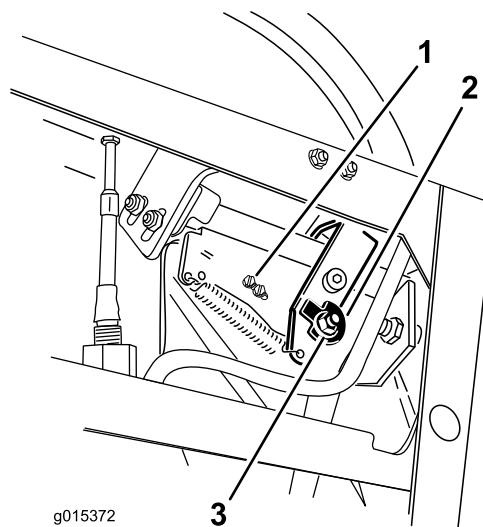
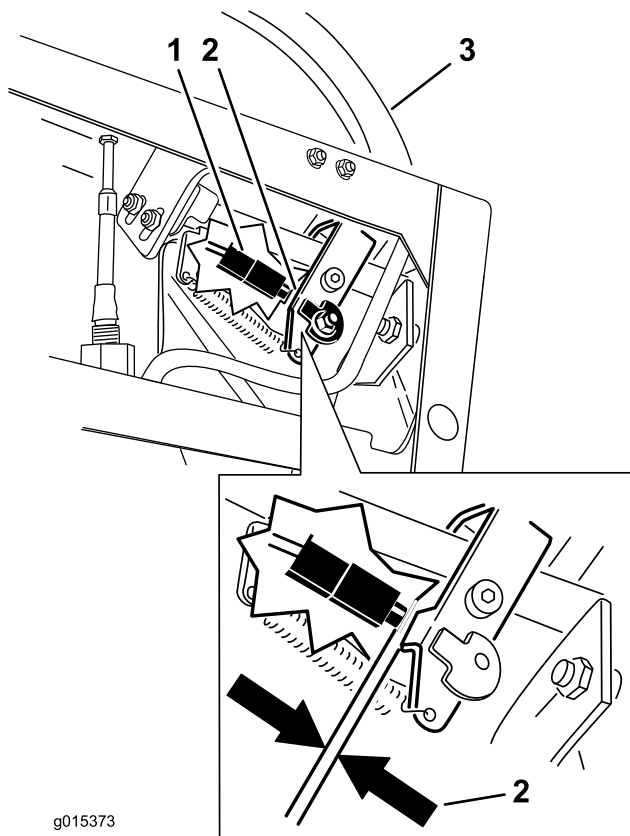

Figure 76
Figure 77
7. Desserrez l'écrou et le boulon de fixation de la came (Figure 76).
10. Vérifiez l'écartement entre le levier de commande et l'interrupteur comme illustré à la Figure 77. L'écartement doit être de 3 mm (1/8") lorsque le levier de commande de déplacement droit est en position de déverrouillage du point mort
11. Au besoin, desserrez les vis de fixation de l'interrupteur et réglez l'interrupteur (Figure 76 et Figure 77).